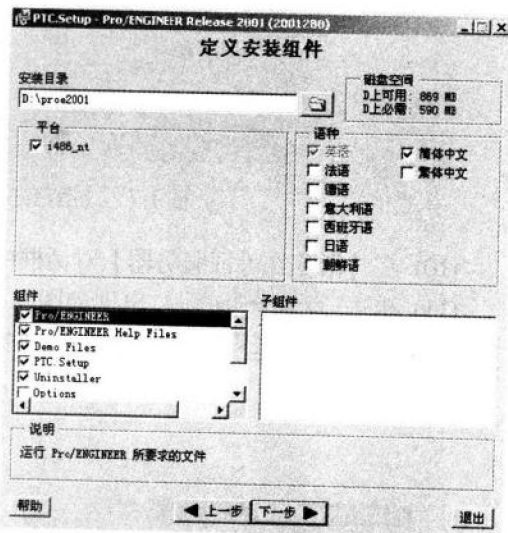

图 1-5 【定义安装组件】对话框
- (6) 在软件安装首页中，将【PTC License Management】复选项的勾选去掉，只选择【Pro/ENGINEER】。
- (7) 单击 **下一步** 按钮，进入如图 1-5 所示的【定义安装组件】对话框，选择软件的安装路径，并在【组件】下拉列表框中，勾选需安装的组件。